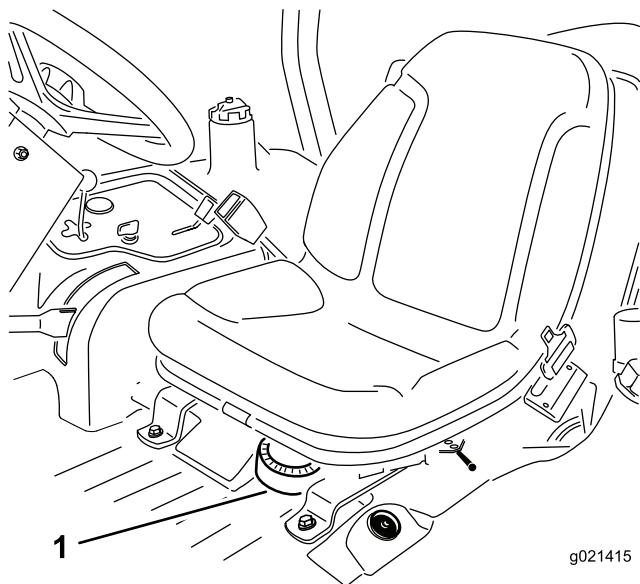

Figura 54
1. Togliete il sedile dalla macchina per accedere alla pompa del carburante (Figura 54).